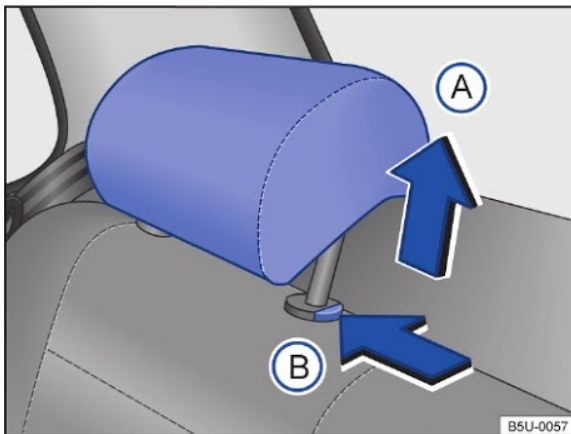

Fig. 62 Apoios para cabeça traseiros: desinstalar.
- Pressionar o botão → Fig. 62 (B) no sentido da seta. Retirar o apoio para cabeça com o botão pressionado.
- Empurrar o apoio para cabeça para baixo com o botão → Fig. 62 (B) pressionado.